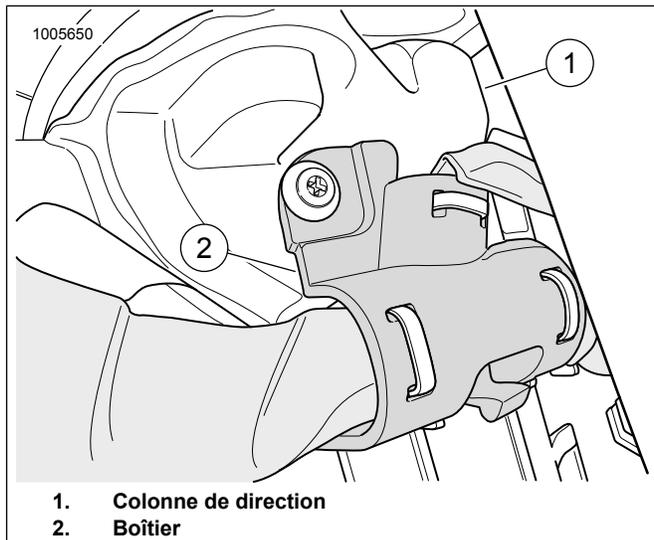

Figure 8. Colonne de direction
9. Voir la figure 8. Acheminer l'extrémité du faisceau de 48 po vers la colonne de direction (1). Utiliser le boîtier (2) pour fixer le faisceau.